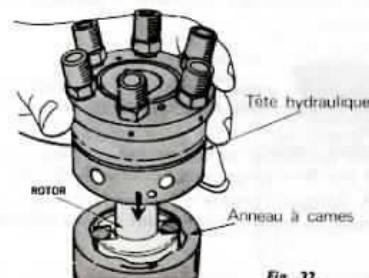

Fig. 32.
— Monter l'anneau à cames (3) en respectant la flèche (voir le sens de rotation de la pompe toujours vu côté entraînement) (fig. 32), placer la tête hydraulique sur le rotor.